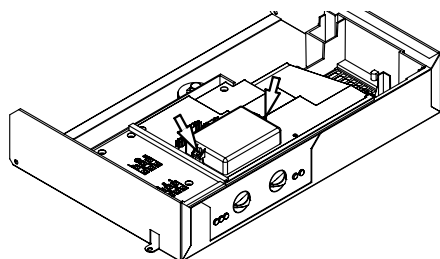

Figura 5.29
- Togliere le due viti indicate in Figura 5.29 e aprire il coperchio della morsettiera collegamento sonda esterna.